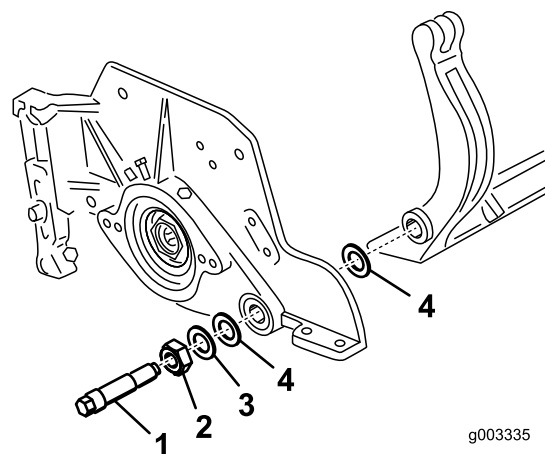
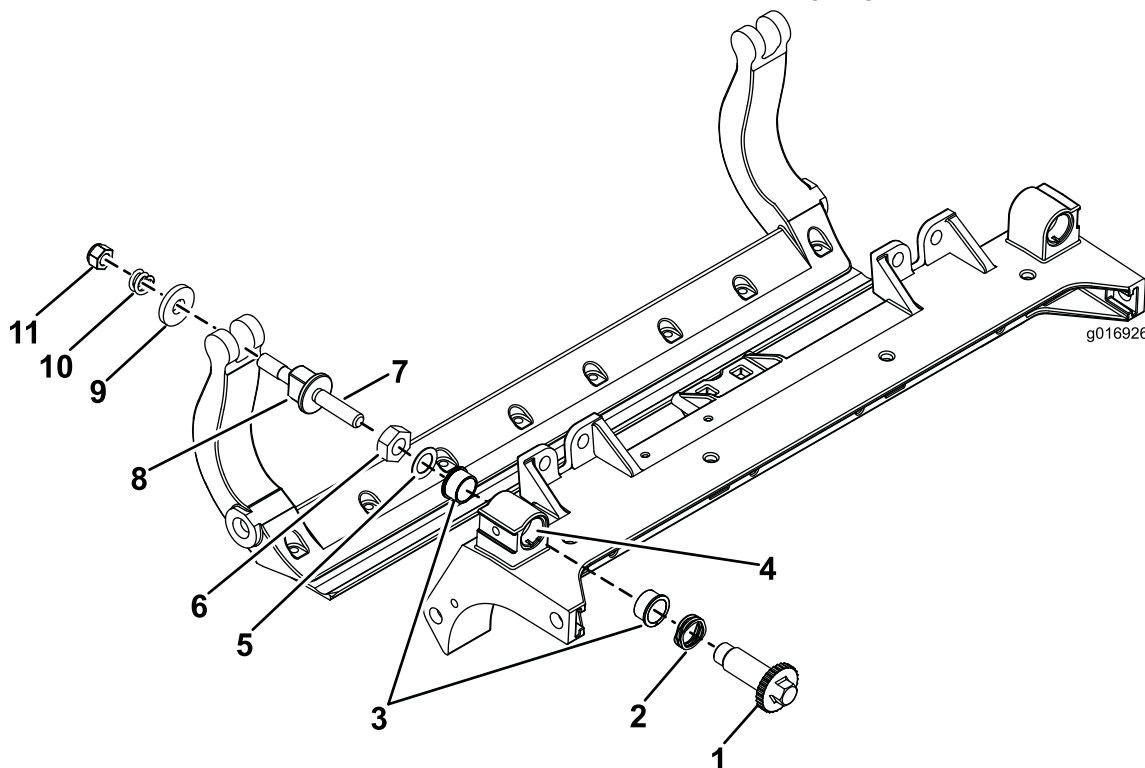

Figure 30
Figure 32
la rondelle en acier estampé situées de chaque côté de la barre d'appui (Figure 30).
2. Fixez la barre d'appui sur chaque plaque latérale au moyen des boulons (munis d'écrous) et des 6 rondelles. Une rondelle en nylon doit être placée de chaque côté du bossage de la plaque latérale. Placez une rondelle en acier à l'extérieur de chaque rondelle en nylon (Figure 30). Serrez les boulons de la barre d'appui à un couple de 27 à 36 N m.
3. Serrez les contre-écrous également de chaque côté jusqu'à ce qu'il ne soit plus possible de tourner les rondelles d'acier extérieures à la main. Desserrez alors les contre-écrous jusqu'à ce qu'il soit possible de tourner les rondelles d'acier extérieures à la main et que la barre d'appui ne présente aucun jeu axial (Figure 30).
1. Déposez toutes les pièces (voir les *Instructions d'installation* du Kit DPA renforcé, modèle n° 120–7230 et Figure 32).
2. Appliquez du produit antigrippage « Never Seize » à l'intérieur du logement des bagues sur le cadre central du plateau de coupe (Figure 32).
3. Alignez les clavettes des bagues à embases sur les fentes de leur logement sur le cadre, et mettez les bagues en place (Figure 32).
4. Posez une rondelle ondulée sur l'axe de réglage et insérez l'axe dans les bagues à embase sur le cadre du plateau de coupe (Figure 32).
5. Fixez l'axe de réglage avec une rondelle plate et un contre-écrou (Figure 32). Serrez le contre-écrou à un couple de 20 à 27 N m.
en acier à l'extérieur de chaque rondelle en nylon (Figure 32). Serrez les boulons de la barre d'appui à un couple de 27 à 36 N m. Serrez les contre-écrous jusqu'à ce que les rondelles d'acier extérieures cessent de tourner et que le jeu axial soit supprimé, mais ne serrez pas excessivement et ne faites pas fléchir les plaques latérales. Les rondelles peuvent présenter un espace à l'intérieur (Figure 30).